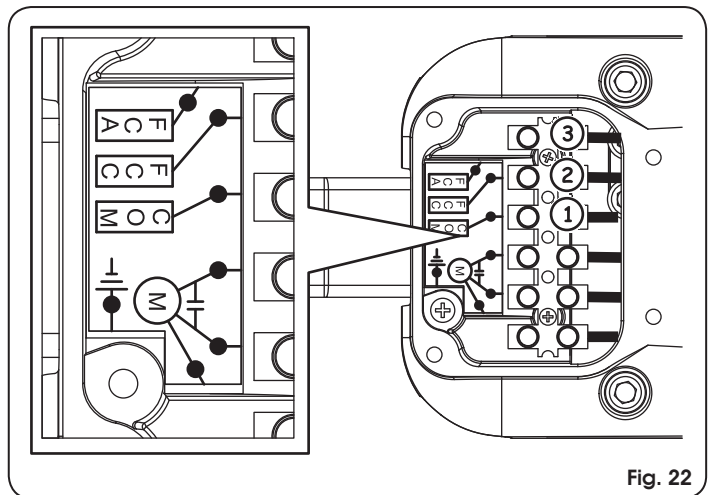

Fig. 22
3. För in kabeln och koppla den till klämmorna. Respektera de färger som anges i nedanstående tabell, med hänvisning till bild 22.